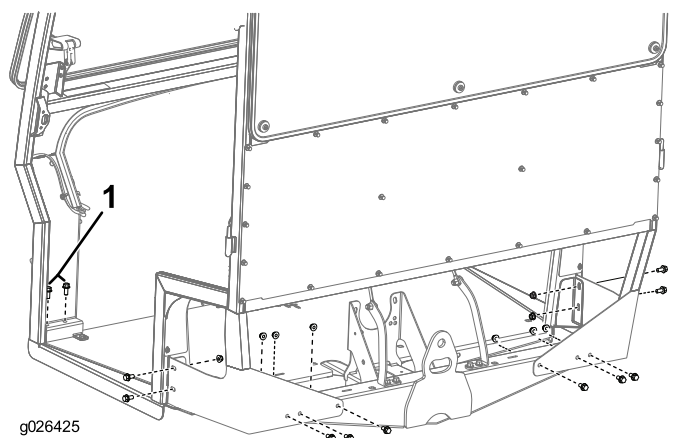

Рисунок 6
2. Закрепите раму на машине, используя 10 болтов (3/8 x 3/4 дюйма), 10 гаек (3/8 дюйма) и 4 болта (3/8 x 7/8 дюйма), как показано на Рисунок 6.